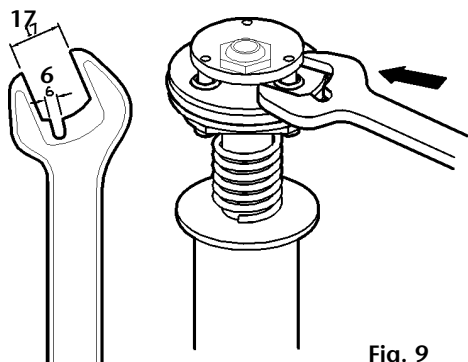

Fig. 9
1. Secure the air motor body (16) in the vice and loosen the four screws (13) to remove the air motor dolly (1).
2. Check the upper spring (2) and the spring stop (3) inside the air motor dolly (1). Replace if damaged.
3. Remove the lower circlip (15) and muffler (14) and pull up the inverting set (4) until the hole in pump piston (8) becomes visible in the opening where the muffler was removed. Insert a steel rod (8 mm) in the hole to lock the piston.
4. Use a prepared 17mm wrench (see fig. 9) to remove the inverting set (4).
1. Fijar el cuerpo motor (16) adecuadamente y soltar los cuatro tornillos (13) para retirar la cazoleta (1).
2. Verificar el muelle superior (2) y el tope muelle (3) en la cazoleta (1). Sustituir en caso de deterioro.
3. Desmontar el anillo de seguridad (15) inferior y el silenciador (14) y tirar el conjunto inversor hacia arriba hasta que el agujero en el vástago (8) quede visible en la apertura donde el silenciador fue quitado. Introducir una varilla acerada (8mm) en el agujero del pistón para bloquear el mismo.
4. Desenroscar el conjunto inversor (4) con una llave fija de 17mm preparada (Fig. 9).
1. Fixer correctement le corps moteur (16) et dévisser les 4 vis (13) pour désolidariser la cassolette (1).
2. Procéder au contrôle du ressort supérieur (2) ainsi que de la butée de ce dernier (3) qui se trouvent dans la cassolette (1). Remplacer ces pièces si nécessaire.
3. Démonter l'anneau de sécurité (15) inférieur et le silencieux (14) et tirer l'ensemble inverseur vers le haut jusqu'à ce que l'orifice du piston (8) soit visible et ce, au niveau où le silencieux a été enlevé. Introduire une baguette en acier (8mm) dans l'orifice du piston pour bloquer ce dernier.
4. Desserrer l'ensemble inverseur (4) à l'aide d'une clé fixe préparée de 17 mm (voir Fig. 9).